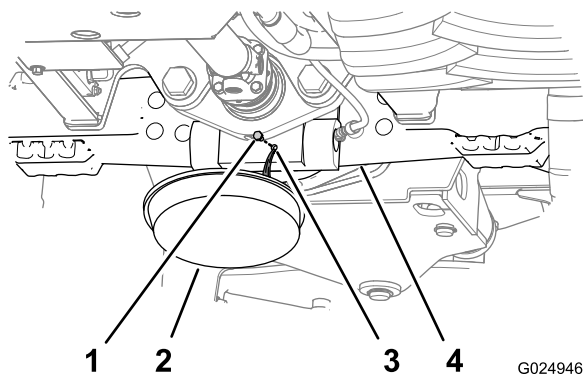
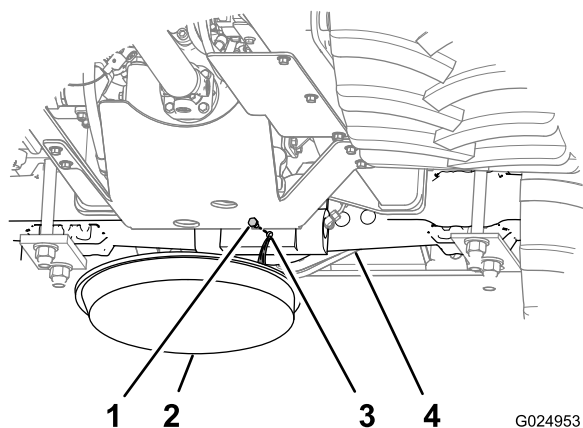

Рисунок 88
Рисунок 89
1. Поместите сливной поддон под картер ведущей шестерни моста (Рисунок 88 и Рисунок 89).
2. Отверните пробки смотрового и сливного отверстий в картерах ведущих шестерен мостов (Рисунок 88 и Рисунок 89).